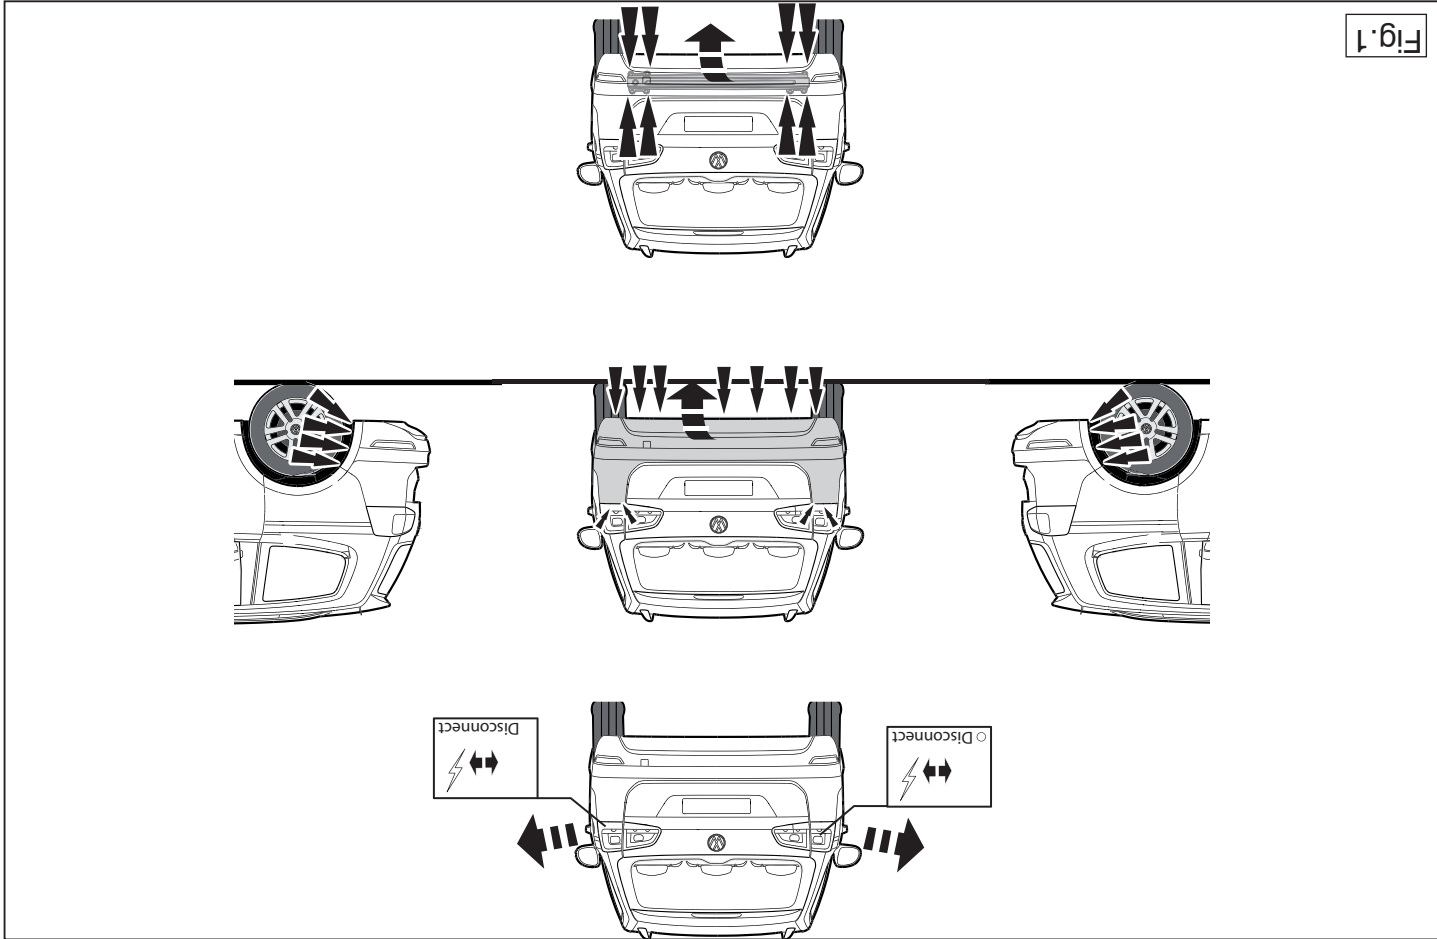

Fig. 1
1. Remove the bumper and the steel buffer beam from the vehicle. The buffer beam will no longer be needed. Replace the bolts. See figure 1
1. Die Stoßstange einschließlich des stählernen Stoßbalkens vom Fahrzeug abmontieren. Der Stoßbalken wird nicht mehr benötigt. Die Schrauben wieder anbringen. Siehe Abbildung 1.
1. Déposer le pare-chocs du véhicule y compris la traverse en acier ; la traverse ne sera plus utilisée. Remettre les boulons de fixations en place. Voir la figure 1.
1. Demonter kofangeren, inklusive køretøjets stålstødbjelke. Denne bliver overflødig. Sæt bolte på plads igen. Se fig. 1.